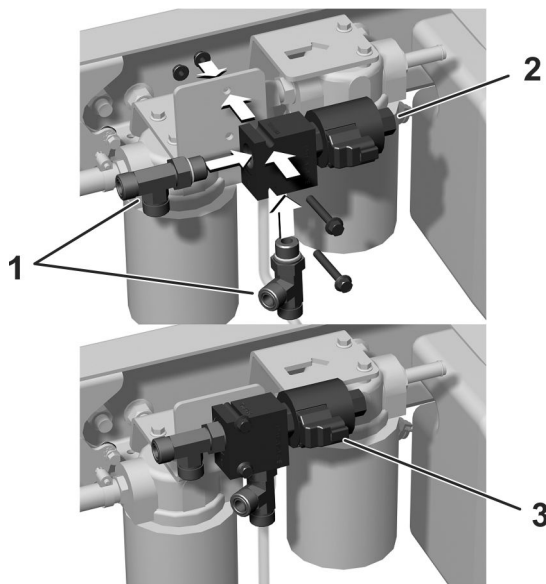

Figura 12
1. Montate i 2 raccordi a T sulla valvola, senza serrarli (Figura 12).
2. Montate la valvola sulla staffa del telaio utilizzando 2 viti a testa flangiata ($\frac{1}{4}" \times 1\frac{7}{8}"$), come illustrato nella Figura 12.
3. Collegate il connettore elettrico all'attacco sulla valvola (Figura 12).